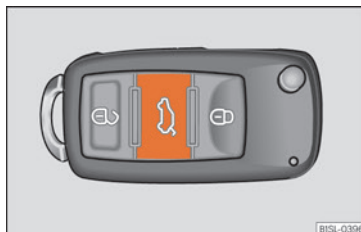

Fig. 73 På bilnøglen: knap til oplåsning og åbning af bagklappen
- Tryk på knappen  på bilnøglen » **Fig. 73** i ca. 1 sek. for at låse bagklappen op.